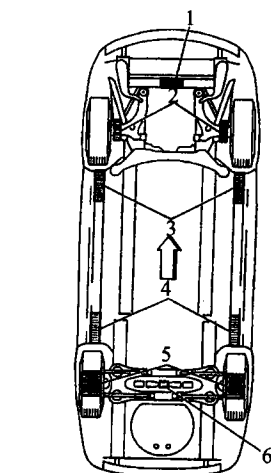

图 1-6 自动举升接触位置
③提升装置或举升设备的额定提升或举升质量必须满足提升设备或举升设备制造商规定的操作标准。
④必须在清洁、坚实、干燥、水平的地上进行车辆提升和举升操作。
⑤只能在规定的提升点(图 1-6)上进行车辆提升和举升操作。不得让提升装置或举升设备接触任何其他车辆部件。